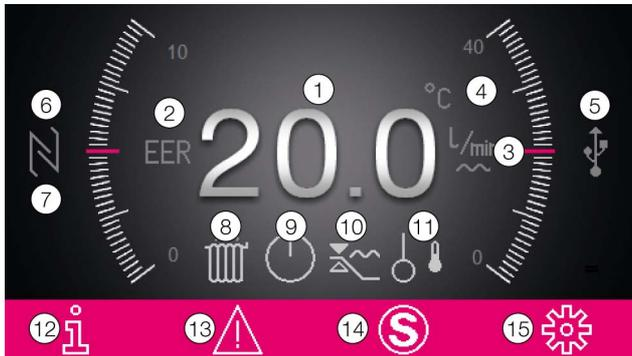

Abb. 44: Aufbau des Startbildschirms
- Sperren Sie den Wasservolumenstrom zur Kundenapplikation über ein kundenseitiges Absperrorgan in der Rohrleitung oder in der Endapplikation vollständig ab. Am Display des Chillers wird rechts neben dem Temperaturwert der aktuelle Volumenstrom angezeigt, der durch den Bypass strömt (Abb. 44, Pos. 3).